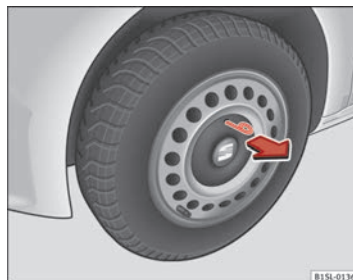

Abb. 138 Radmittenblende an der Stahlfelge abziehen.
- Zur *Demontage* den Drahthaken aus dem Bordwerkzeug an der Kante der Radzierkappe einhängen ⇒ **Abb. 138**.